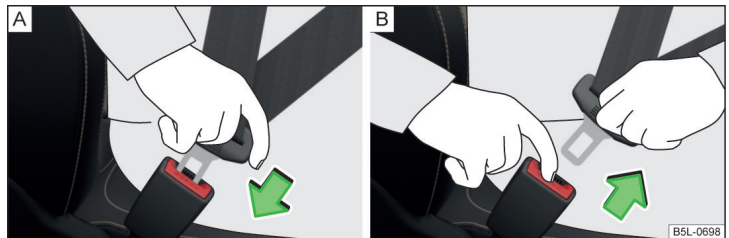

Abb. 6 Sicherheitsgurt anlegen / ablegen
- › Die Schlosszunge in das zum Sitz gehörende Gurtschloss » Abb. 6 -  stecken, bis diese hörbar einrastet.
- › Die Schlosszunge fassen und die rote Taste im Gurtschloss drücken » Abb. 6 - , die Schlosszunge springt heraus.